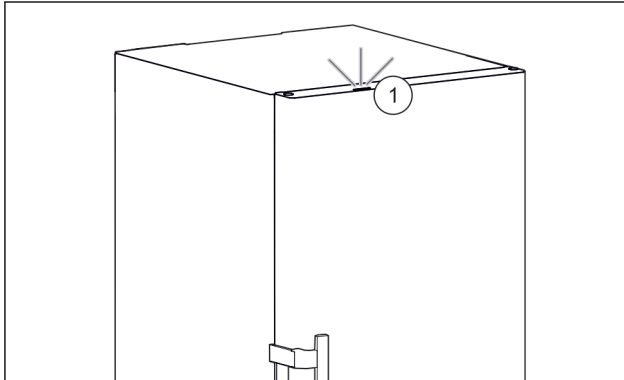

Fig. 41 Actief statuslicht bij gesloten deur
- ▷ Statuslicht Fig. 41 (1) is geactiveerd.